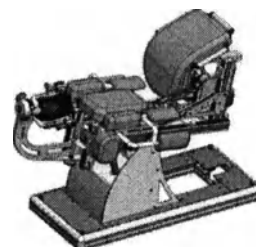

Рисунок 12
- 2) Горизонтальное положение аппарата для проведения терапии (рис. 12)